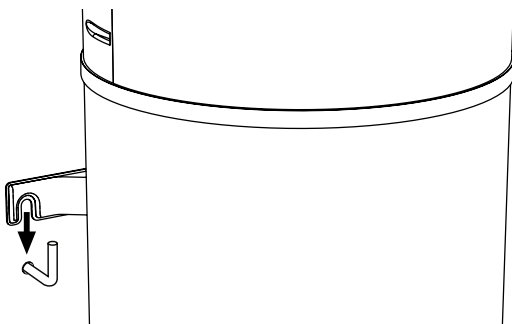

fig. 45 - Fixation au mur
- Accrocher la chaudière avec le support de fixation spécifique (fig. 45).